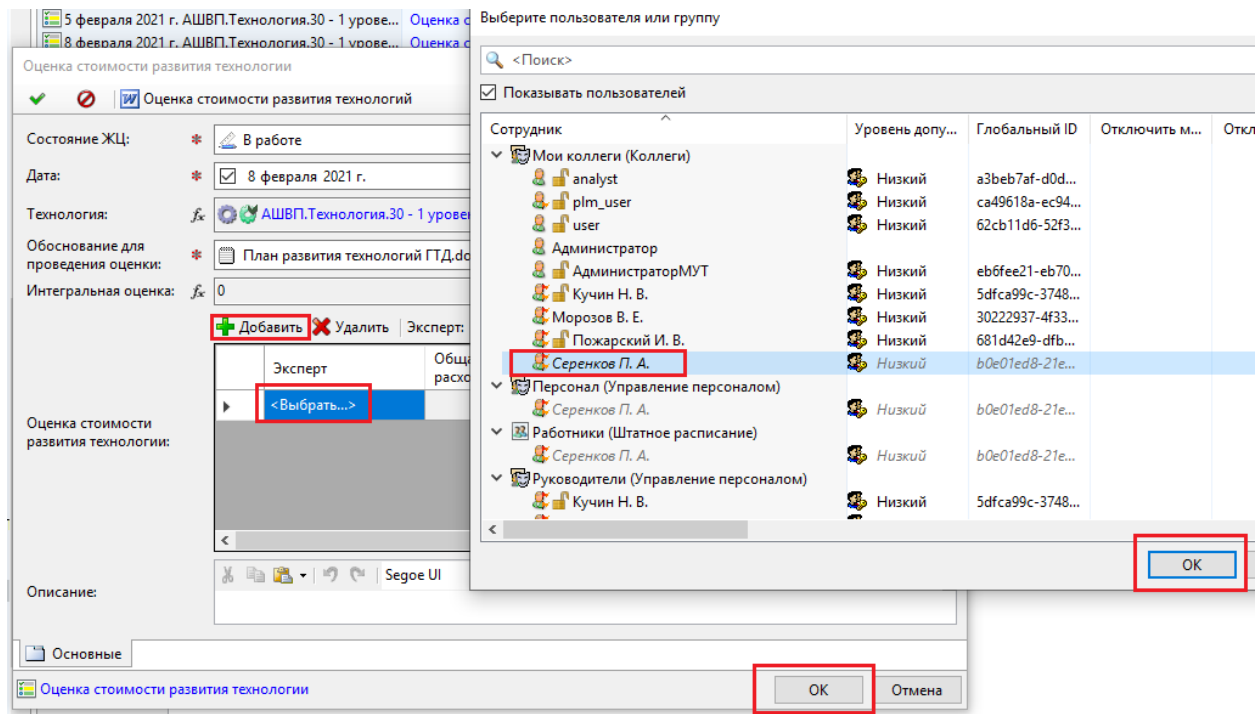

Рисунок 286 — Назначение экспертов
- для назначения экспертов необходимо нажать кнопку «Добавить» и в столбце «Эксперт» на гиперссылке «Выбрать» выбрать соответствующих ответственных экспертов (Рисунок 286).